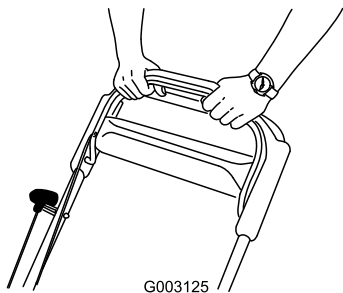

Figure 22
- Maintenez la barre de commande de la lame contre le guidon (Figure 22).